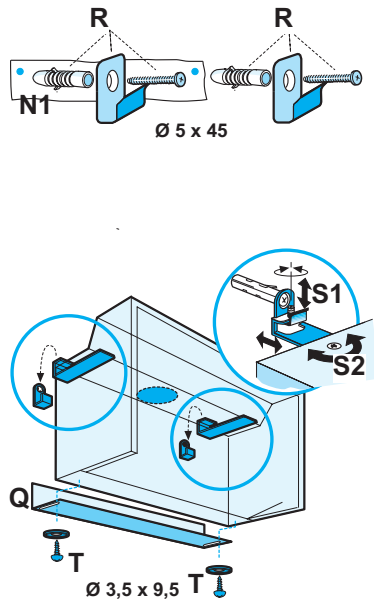

Bild 12
- b. Bohren Sie wie angegeben, befestigen Sie 2 Haken **R** mit Schrauben und Dübeln in der Wand. **Bild 12**
- c. Hängen Sie die Dunstabzugshaube an den Haken auf und regulieren Sie die Position der Dunstabzugshaube sowohl mithilfe der Schrauben ohne Kopf **S1** als auch mithilfe der Position der Bügel über die entsprechenden Schrauben **S2**. **Bild 12**